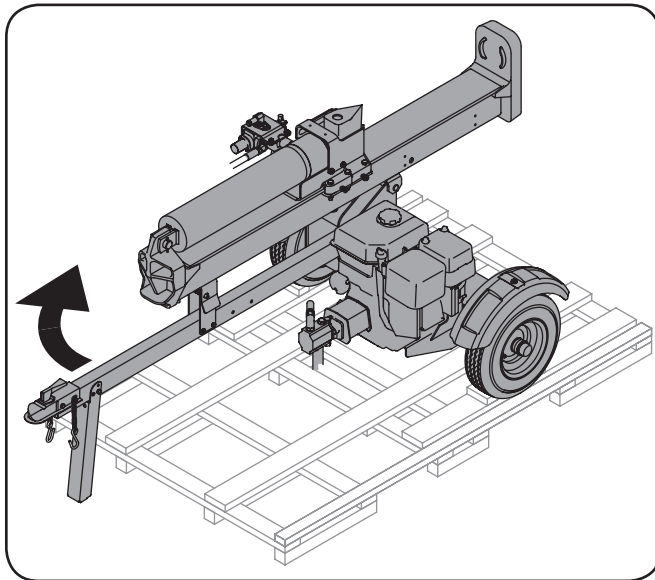

Figura 3-7
- Reubique con cuidado la máquina rompetroncos fuera de la caja, levantando en el tubo de la lengüeta, cerca del acoplamiento del enganche, y rotando lentamente la máquina en el sentido de las agujas del reloj. Consulte la Figura 3-7.